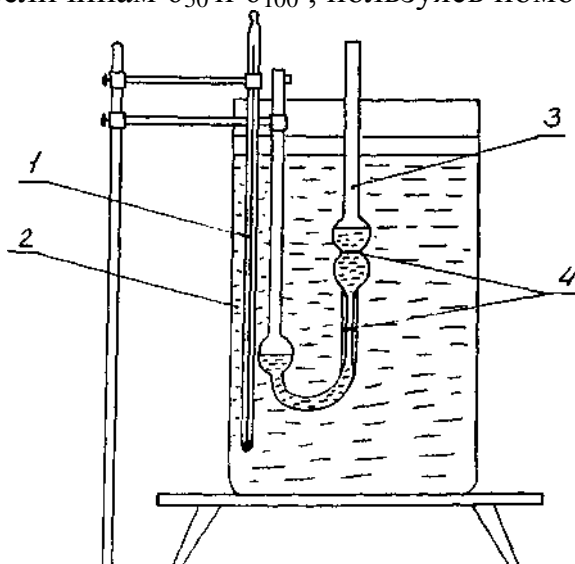

Рисунок 4 - Прибор для определения кинематической вязкости:
- а) вискозиметры, погруженные в термостаты с водой (рис. 4);